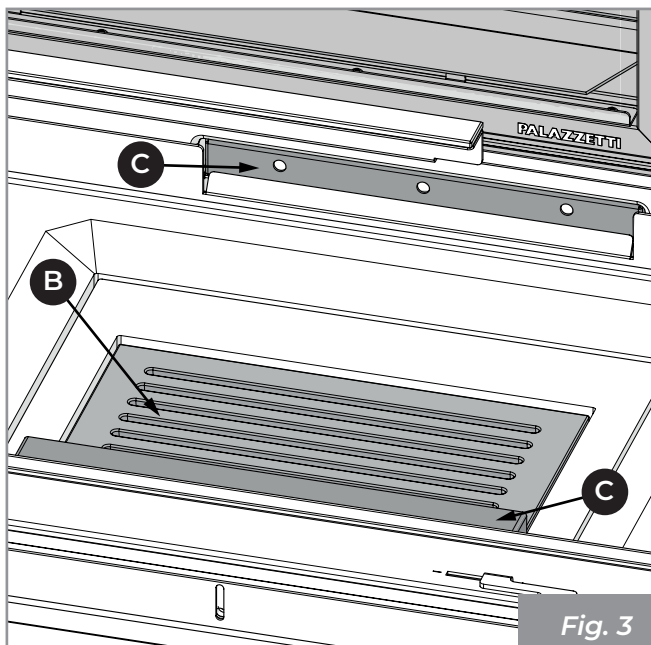

Fig. 3
- 3) Appoggiare con cautela i pezzi di legna nella camera di combustione avendo cura di non coprire totalmente le feritoie nella griglia (B) e i fori anteriori e posteriori del distributore di aria comburente (C) (Fig. 3).